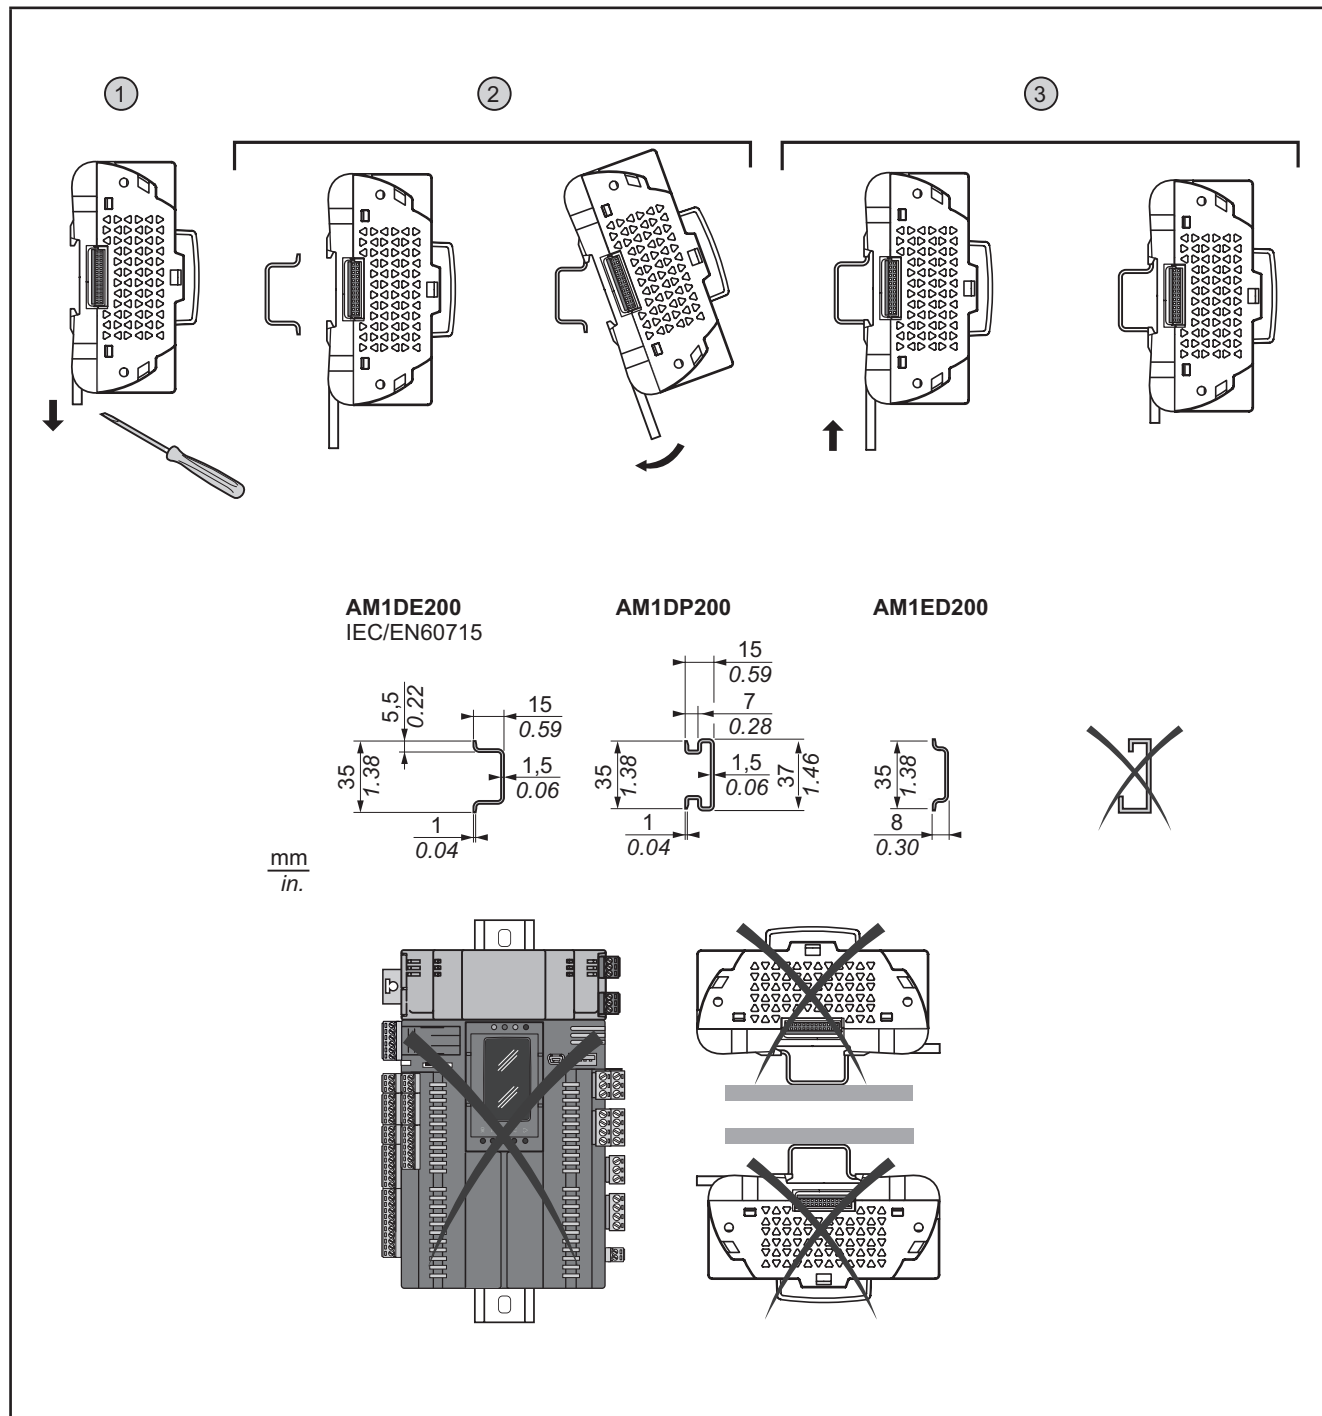
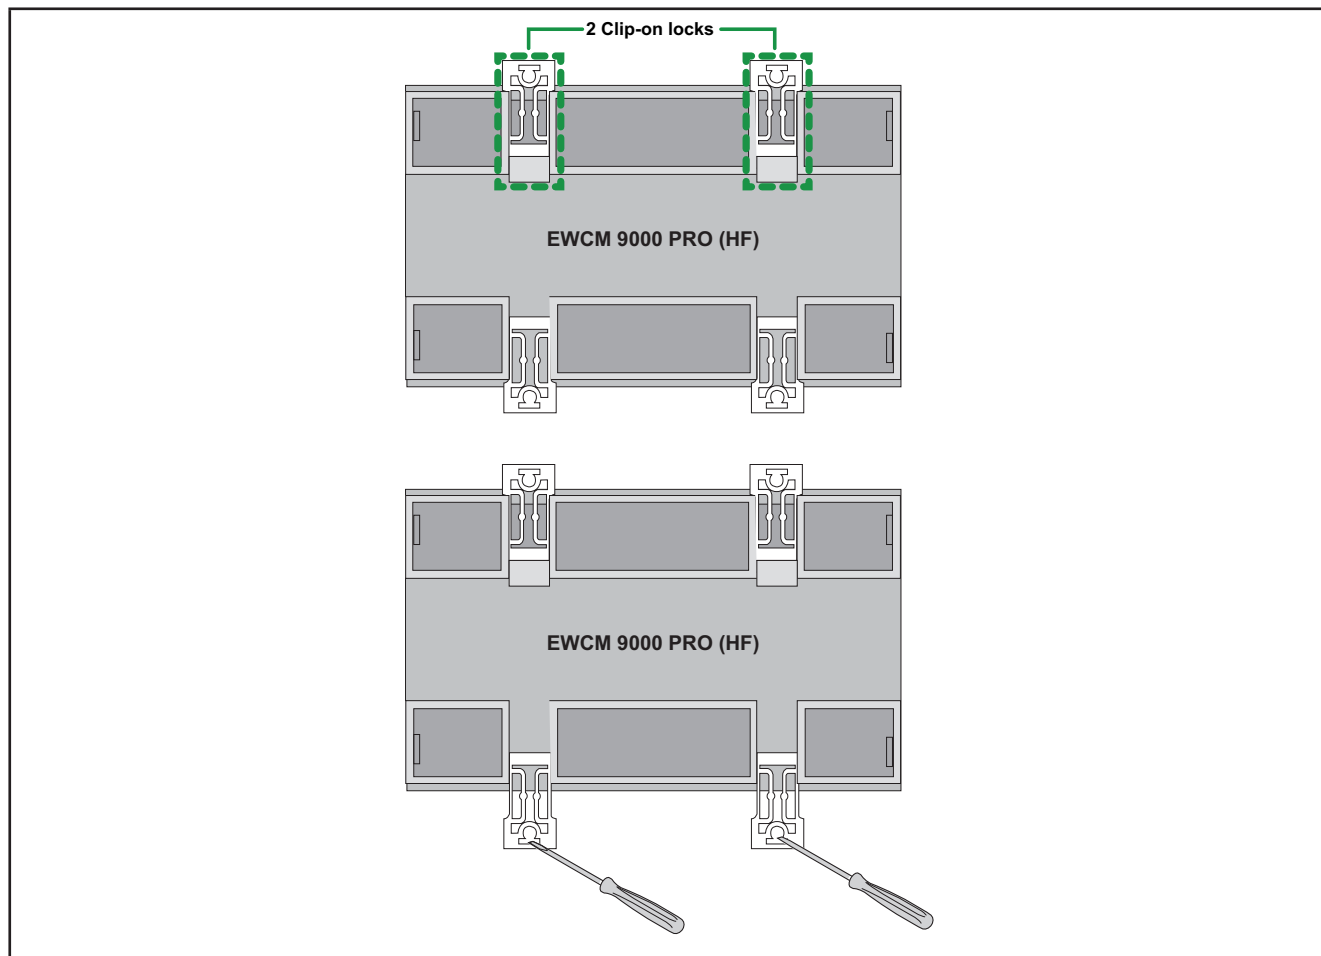
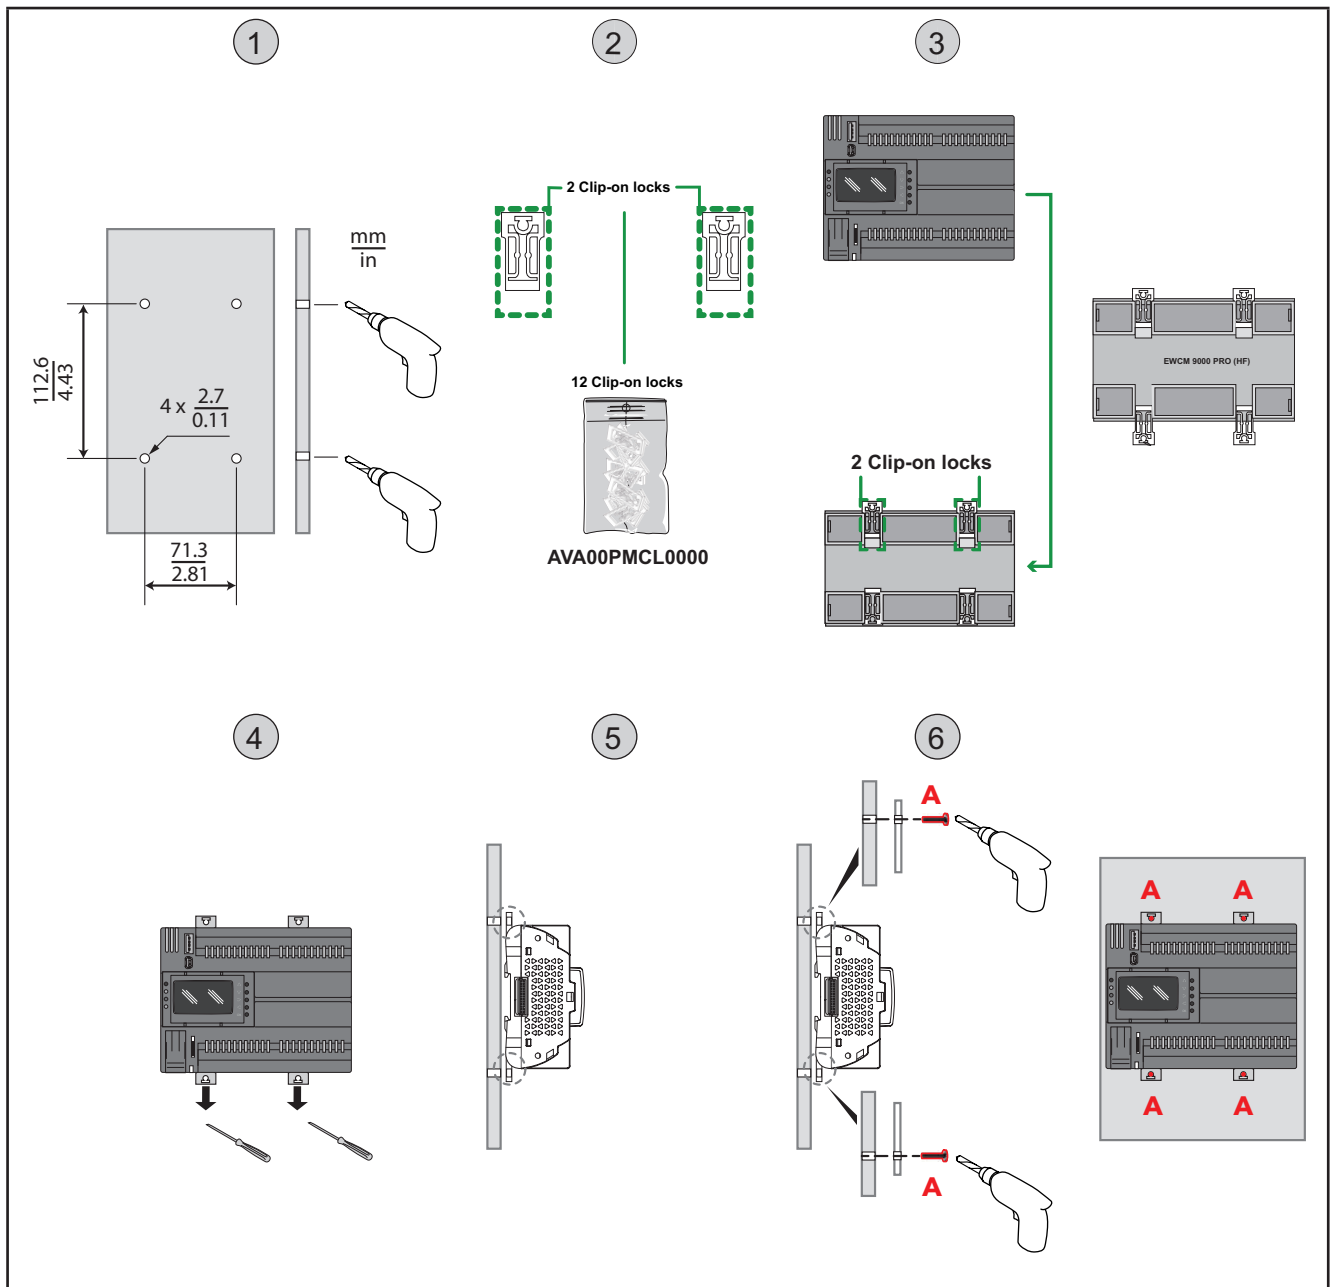

Fig. 5. Montaje de EWCM 9000 PRO (HF) en guía DIN
Fig. 12. Detalles de los dispositivos de bloqueo con pasador
Fig. 13. Montaje del EWCM 9000 PRO en panel
El instrumento está destinado a la instalación en guía 8DIN (consultar Fig. 5 en la pág. 21 y Fig. 12 en la pág. 26). Para la instalación en guía DIN, proceder de la siguiente manera:
El equipo está destinado a la instalación en panel (ver Fig. 12 en la pág. 26 y Fig. 13 en la pág. 27).
1. Realizar cuatro orificios en el panel (ver la distancia entre los orificios y el diámetro de éstos en Fig. 13 en la pág. 27).
3. Instalar dos dispositivos de bloqueo con pasador en la parte superior del EWCM 9000 PRO (HF).
5. Alinear los cuatro dispositivos de bloqueo con pasador en el EWCM 9000 PRO (HF) con los cuatro orificios realizados en el panel.
6. Fijar el EWCM 9000 PRO (HF) con los tornillos.